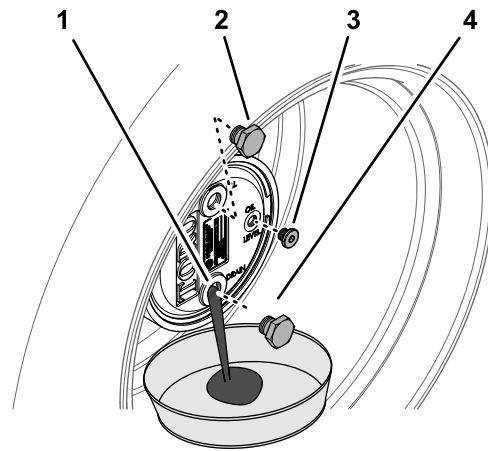

Figura 67
- Demontujte zátku plnicího otvoru nacházející se v poloze 12 hodin a zátku kontrolního otvoru umístěnou v poloze 3 hodin (Figura 67).
- Pod náboj planetového soukolí umístěte vypouštěcí nádobu, demontujte vypouštěcí zátku umístěnou v poloze 6 hodin a nechte veškerý olej vytéct (Figura 67).
- Namontujte vypouštěcí zátku do vypouštěcího otvoru skříně planetové převodovky (Figura 67).